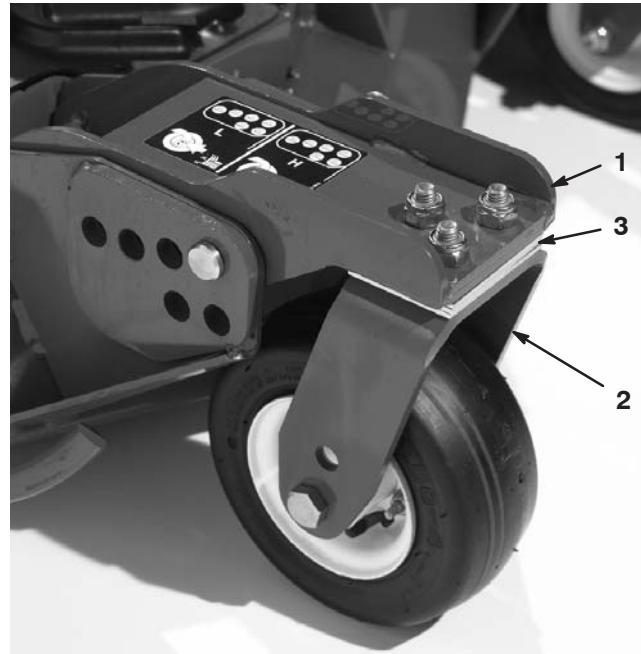

Bild 23
Drehen Sie die Schnittmesser jeder Spindel, bis die Enden nach vorne und hinten gerichtet sind. Messen Sie die Entfernung vom Boden bis zur vorderen Spitze der Schnittkante. Setzen Sie die 3-mm-Beilagscheiben an den vorderen Laufradarm(en) auf der jeweiligen Schnithöhe ein, die auf dem Schild angezeigt wird (Bild 23). Beziehen Sie sich nur für die äußere Spindel auf Einstellen der Mähwerkneigung.
3. Entfernen Sie, wenn die innere Schnittkante des seitlichen Mähwerks im Verhältnis zur äußeren Kante des vorderen Mähwerks zu hoch ist, eine 3-mm-Beilagscheibe von der Unterseite des vorderen inneren Laufradarms am seitlichen Mähwerk. (Bild 23) Prüfen Sie noch einmal das Maß zwischen den äußeren Kanten beider seitlichen Mähwerke sowie der inneren Kante des seitlichen Mähwerks und der äußeren Kante des vorderen Schnittwerks.